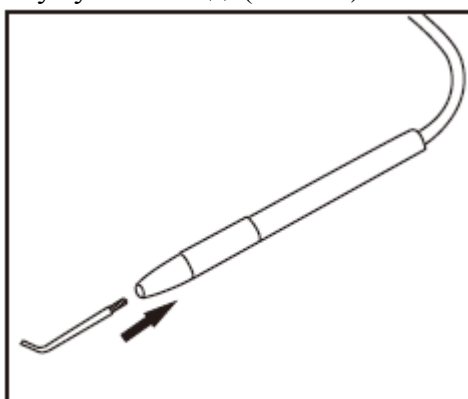

Рис. 30
5) Вставьте в тестовую рукоятку зубной зонд. (Рис. 30)